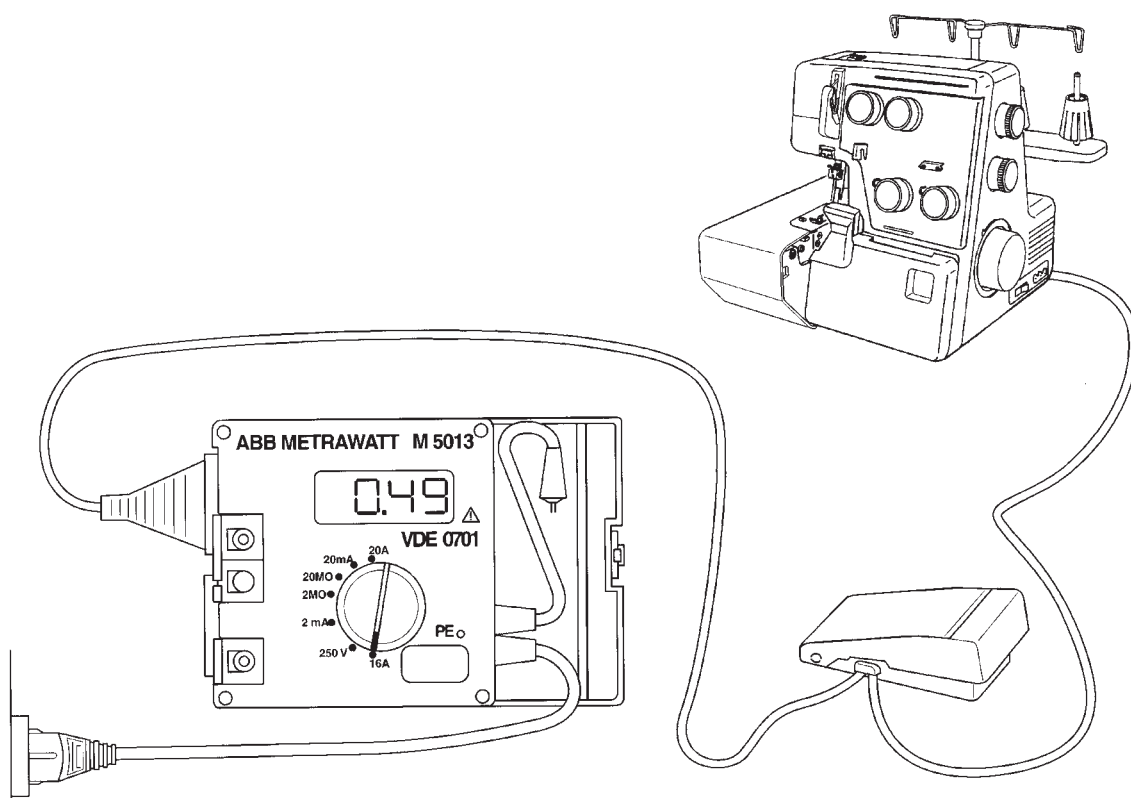

Рис. 2
- Переключатель диапазонов переведите на 16 А (рис. 2).